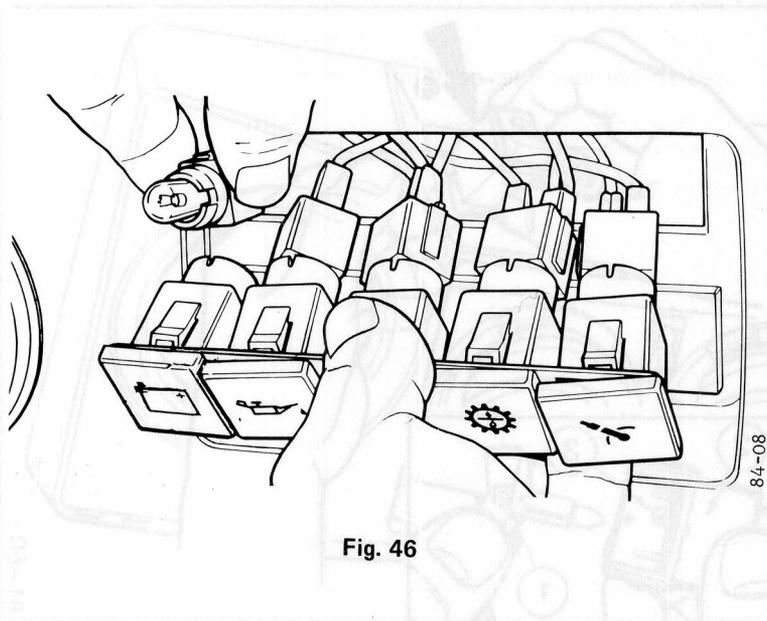

Fig. 46
- 2 – (Fig. 46). Déposer les 4 vis de fixation du tableau de bord et le basculer contre le volant.
- 3 – (Fig. 46). Tirer l'ampoule défectueuse et son support, retirer l'ampoule (1).